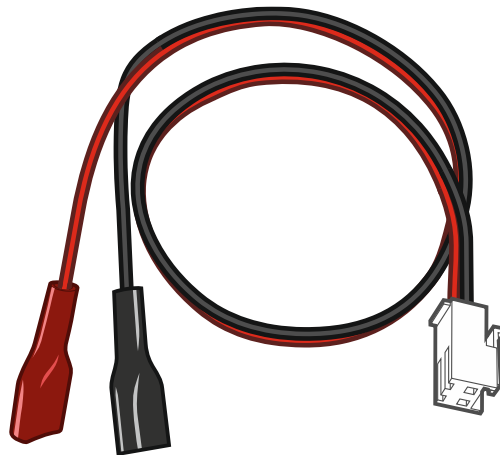

Abb. 2. Leiter zum Anschluss des Akkumulators (rot +, schwarz -).
- ② RESET-Pins zur Inbetriebnahme der Zentrale in Notfällen (siehe: „Notstart der Zentrale“ S. 12).
- ③ RS-232-Schnittstelle (TTL).
- ④ Schnittstelle zum Anschluss der Leitungen an den Akkumulator. Die Leitungen sind im Lieferumfang enthalten (Abb. 2).
⑤ LEDs: